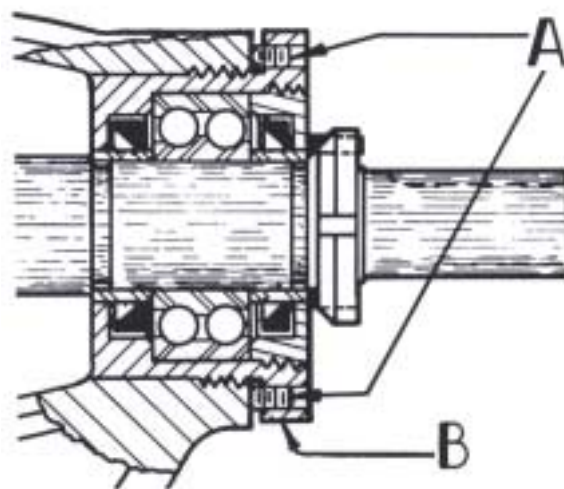

FIGURA 5
8. Allentare le due viti di fermo assiali sulla flangia dell'alloggiamento del cuscinetto e rimuovere l'alloggiamento dal supporto. Esaminare le chiusure nel coperchio laterale e nell'alloggiamento del cuscinetto e sostituirle con le labbra di fronte come mostrato in figura 5, se non sono in condizioni più che ottime.